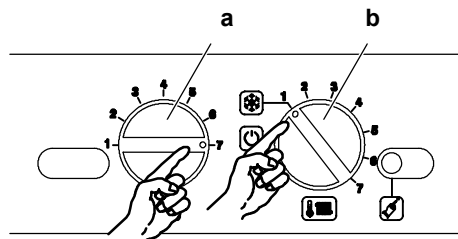

Figura 7.1 Pannello comandi.
- 5 Ruotare il selettore di funzione **b** come in **Figura 7.1**
- 6 Ruotare la manopola di temperatura sanitari **a** al massimo come in **Figura 7.1**